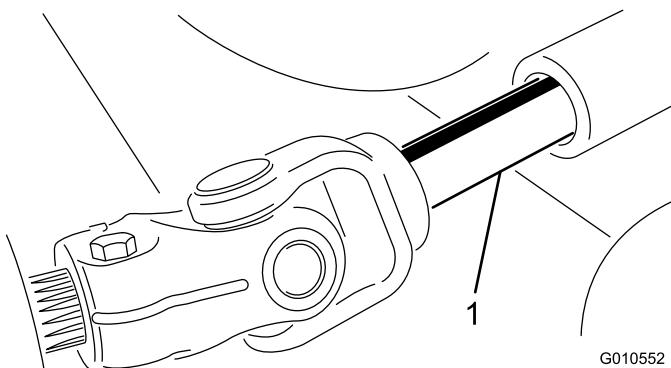

Figura 20
- Rode a unidade de corte afastando-a da unidade de tração, separando as secções macho e fêmea do veio da tomada de força (Figura 20).
- Deslize o veio macho da tomada de força ao veio fêmea da tomada de força (Figura 20).